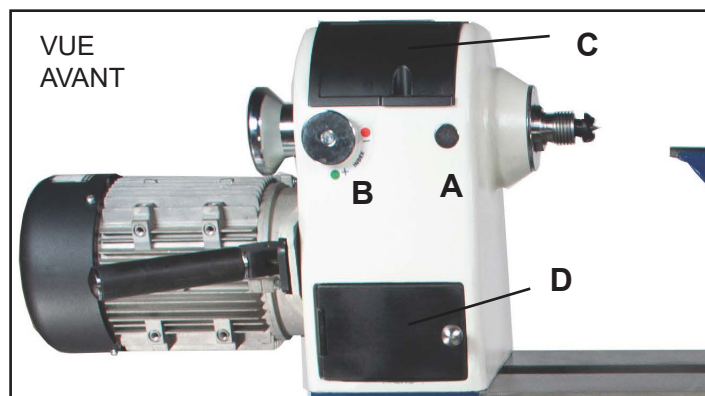

FIG. 13
**NOTE :** Le plateau (S) peut être livré préinstallé sur la broche de la poupée fixe. Si du tournage sur face ou de bol est fait, alors l'utilisation du plateau est requise. Pour retirer le plateau, desserrez les deux vis du moyeu arrière du plateau avec la clé hexagonale de 3mm. Dévissez-le ensuite de la broche (rotation antihoraire) à l'aide des deux clés de 38/46mm (N) ou avec une clé tout en pressant le bouton de blocage de la broche (voir page 13, Fig. 13, A).
**A. LE BOUTON DE BLOCAGE DE LA BROCHE (FIG. 13, A)** bloque la broche de la poupée mobile pour installer ou retirer des plateaux ou des mandrins. Pour utiliser, simplement appuyer sur le bouton qui insérera sa tige arrière dans l'un des 4 trous du disque de blocage de la broche (Fig. 16, E). Relâcher le bouton pour débloquer la broche et reprendre le travail.
**B. CONTRÔLES D'INDEXATION DE LA BROCHE: (FIG. 13, B)** La tige d'indexation sert à placer et maintenir la broche pour tailler avec précision des motifs espacés sur des pièces telles que des cannelures droites, des rainures, du perçage, de la sculpture, de la gravure, le traçage de designs et plus.
**C. PORTES DE LA POUPÉE FIXE : (FIG. 13, C & D)** Levez la porte du haut (C) pour accéder à la poulie d'entraînement et d'indexation, le lecteur de vitesse et le blocage de la broche (Fig. 16). Ouvrez la porte (D) pour accéder à la poulie du moteur (page 18, Fig. 31).